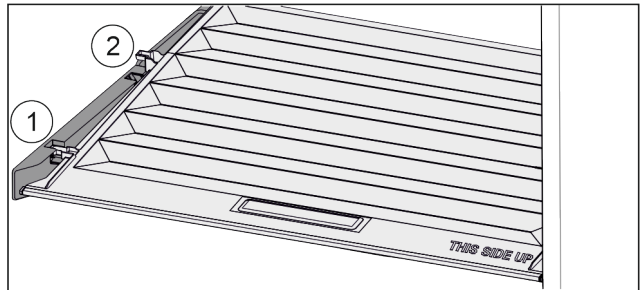

Fig. 81
- ▶ Потянуть крышку до отверстия в поддерживающих деталях вперед Fig. 81 (1).
- ▶ Поднять сзади снизу и извлечь Fig. 81 (2) движением вверх.